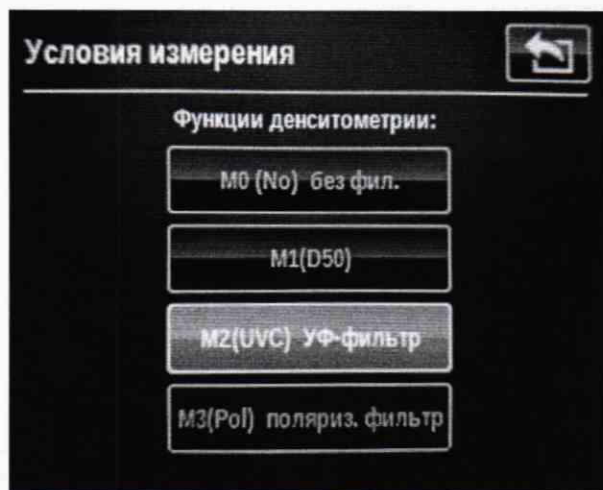

Рисунок 12 – Экран выбора условий измерений
8.3.1.6 Пролистать меню до пункта «Условия измерений» и выбрать его нажатием. В появившемся окне выбрать условия проведения измерений «M0 (No) без фил.» (рисунок 12). Выбранный пункт будет выделен голубым цветом. После этого нажать кнопку  для возврата к меню.